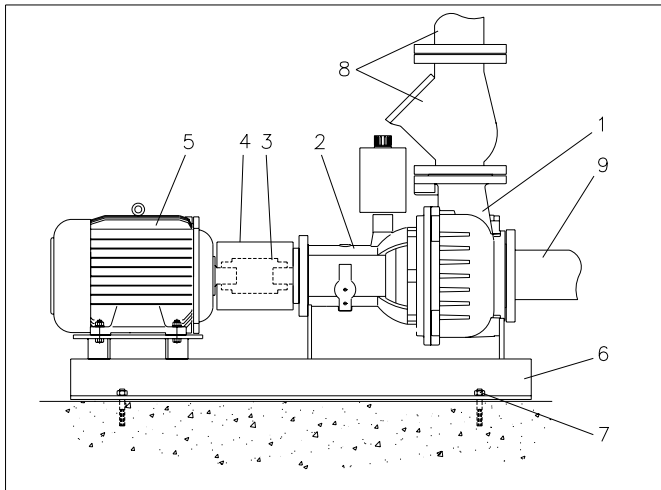

Fig. 7.1
Horisontal oppstilling på bunnplate. Se fig. 7.1
- Bunnplaten forankres til fundamentet ved hjelp av de 4 montasjehullene; se fig. 7.1, pos. 7.
Fjern beskyttelseskappen; se fig. 7.1, pos. 4.